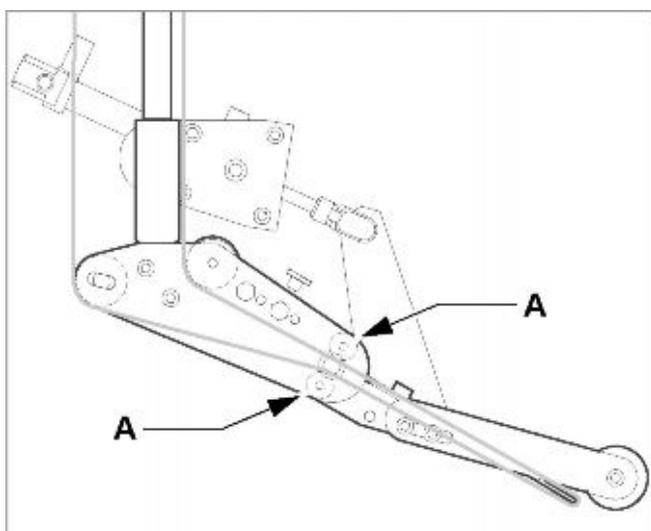
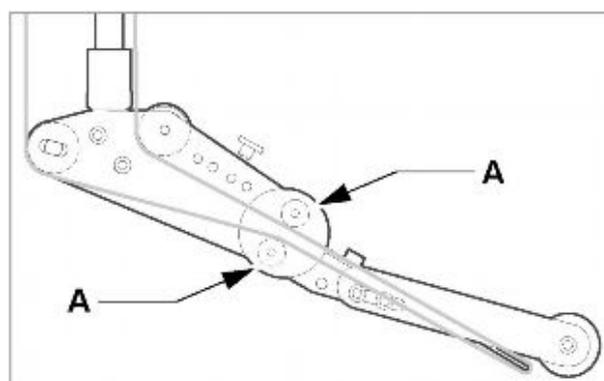

Рис. 15. Заправка ленты в пневматическое лезвие диспенсера (заказывается дополнительно).
Рис. 14. Заправка ленты в пружинное лезвие диспенсера (заказывается дополнительно).
Пружинное (Рис. 14) и пневматическое (Рис. 15) лезвие диспенсера L-типа:
- ➔ В дополнение к вышеописанной процедуре протяните ленту между маленькими направляющими валиками (Рис. 14А и Рис. 15А).